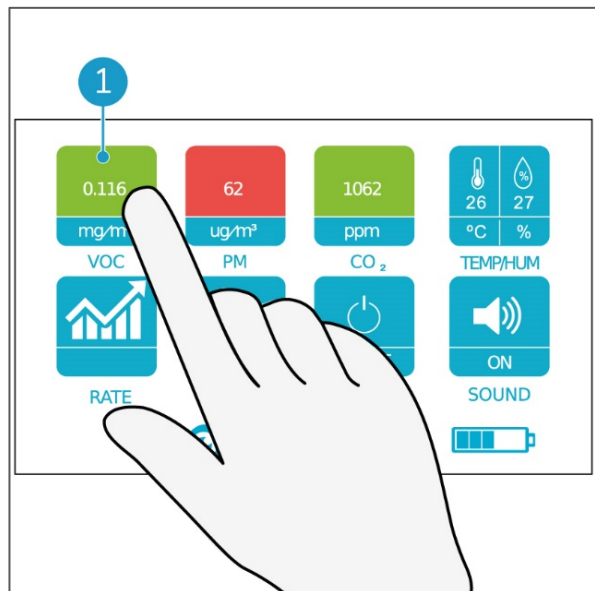

Figura 10
1. Toca con el dedo el botón VOC (Figura 10, pos. 1).